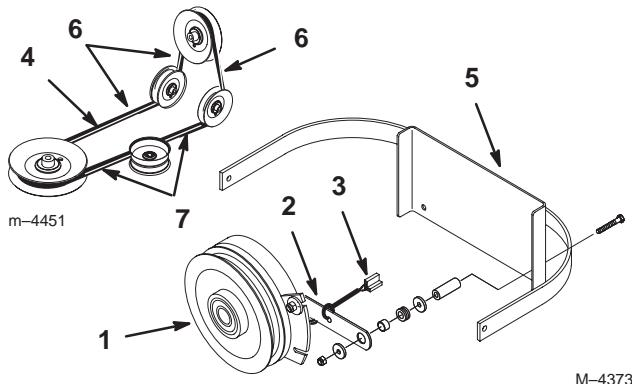

Figure 62
2. Retirez la barrette de retenue de l'embrayage du bâti de la machine et débranchez la borne de l'embrayage du faisceau de câblage (Fig. 62).
3. Déposez la courroie d'entraînement de PdF de l'ensemble bras de tension arrière et poulie de tension avant. Déposez la courroie d'entraînement de PdF (Fig. 62).
4. Installez la courroie d'entraînement neuve sur l'embrayage, autour de la poulie de tension arrière, dans l'ensemble bras de tension arrière, dans l'ensemble poulie de tension avant et sur la poulie centrale supérieure (Fig. 62).
**Important** Vérifiez le vrillage de la courroie entre les poulies. Il doit être conforme aux spécifications de la Figure 62.
5. Posez la barrette de retenue de l'embrayage et branchez la borne de l'embrayage au faisceau de câblage (Fig. 62).